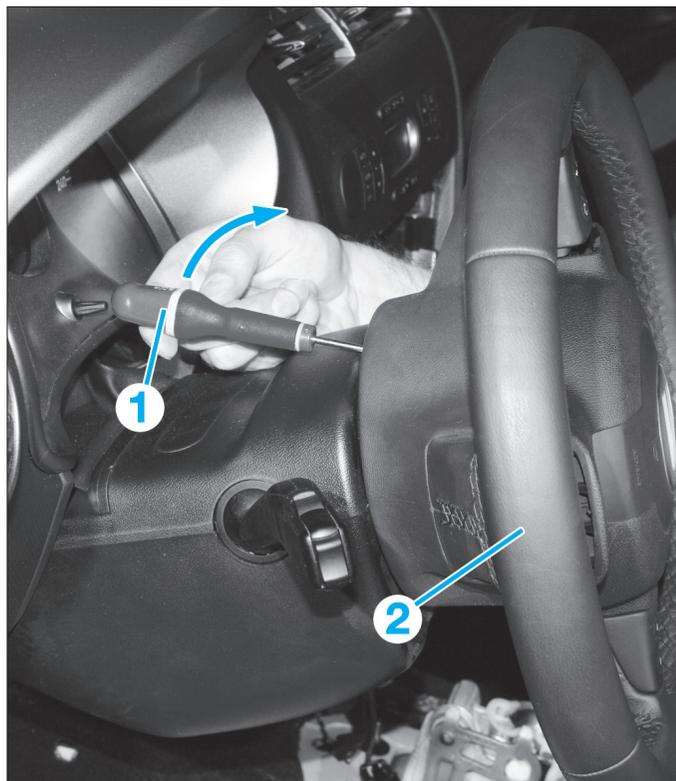

Fig. 3
- Introduire un tournevis plat (1) dans l'orifice du volant (2) en veillant à ce que l'extrémité de l'outil reste en contact avec la partie supérieure de l'orifice (Fig.3).